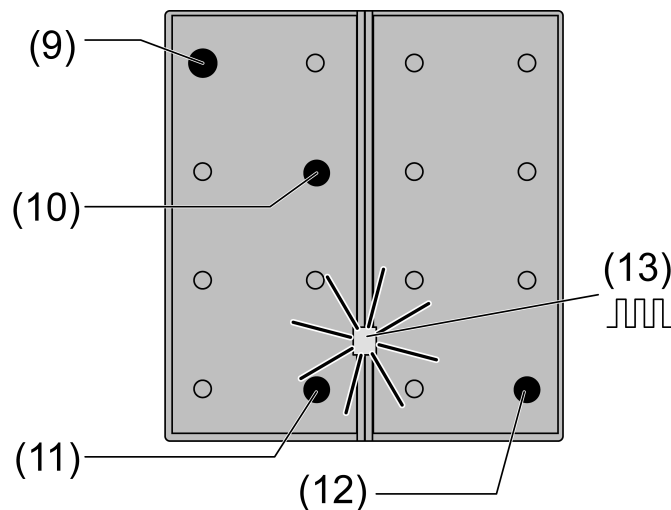

Bild 3: Programmiermodus aktivieren
- Abhängig von der Geräteversion (1 ... 4fach) Taste oben links und Taste unten rechts (siehe Bild 3) drücken und halten.
- Abhängig von der Geräteversion (1 ... 4fach) Taste oben links und Taste unten rechts (siehe Bild 3) drücken und für > 5 Sekunden halten, bis die Betriebs-LED schnell blinkt (ca. 4 Hz).